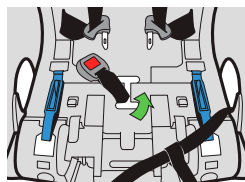

Figura 92
- Deslice la correa hacia un lado de la ranura de la correa de la entrepierna y empuje el borde de la correa hacia la ranura de ajuste, como se muestra en la **figura 92**.